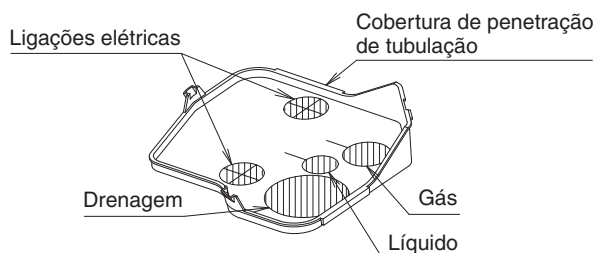

Fig. 19
- Em caso de tubagem para cima, remova a tampa de penetração da tubagem, faça orifícios para penetrar na tubagem cortando a tampa com um instrumento de corte tal como tesouras. Após fazer com que a tubagem passe através da tampa, instale a tampa na unidade interior. **(Consulte a Fig. 19)**